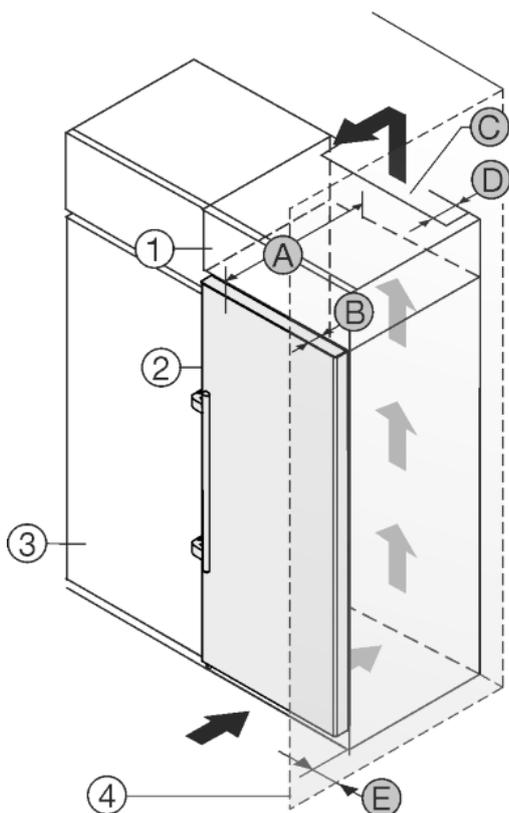

Fig. 23
Устройство может быть окружено кухонными шкафами. Чтобы уравнять устройство Fig. 23 (2) по высоте с кухонной стенкой, можно установить над устройством дополнительный шкафчик Fig. 23 (1).
Установить устройство можно непосредственно рядом с кухонным шкафом Fig. 23 (3). Чтобы можно было полностью открыть двери, устройство должно выступать на глубину Fig. 23 (B) относительно передней стенки кухонного шкафа. В зависимости от глубины кухонных шкафов и использования пристенных распорок устройство может выступать и больше.
- На задней стенке дополнительного шкафчика должен быть вентиляционный канал с глубиной Fig. 23 (D) по всей ширине этого шкафа.
- Нужно соблюдать вентиляционное отверстие Fig. 23 (C) под нижней панелью.
Если устройство установлено на шарнирах у стены Fig. 23 (4), то нужно соблюдать расстояние Fig. 23 (E) между устройством и стеной. Настолько выступает ручка при открытой двери.